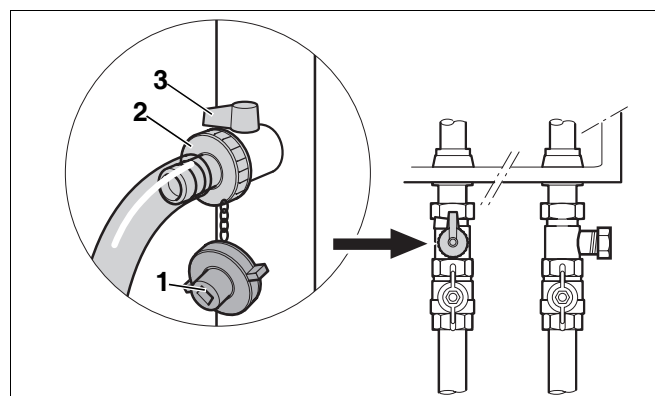

Abb. 4 Füll- und Entleerungshahn
- Schrauben Sie die Verschlusskappe (Abb. 4, **Pos. 1**) des Füll- und Entleerungshahnes (Abb. 4, **Pos. 3**) ab.
- Schrauben Sie die Schlauchtülle (Abb. 4, **Pos. 2**) auf den Füll- und Entleerungshahn.
- Öffnen Sie den Füll- und Entleerungshahn (Abb. 4, **Pos. 3**).
- Wenn der empfohlene Wasserdruck von 1,5 bar („P1.5“) erreicht ist, schließen Sie den Wasserhahn und den Füll- und Entleerungshahn (Abb. 4, **Pos. 3**, Seite 11).